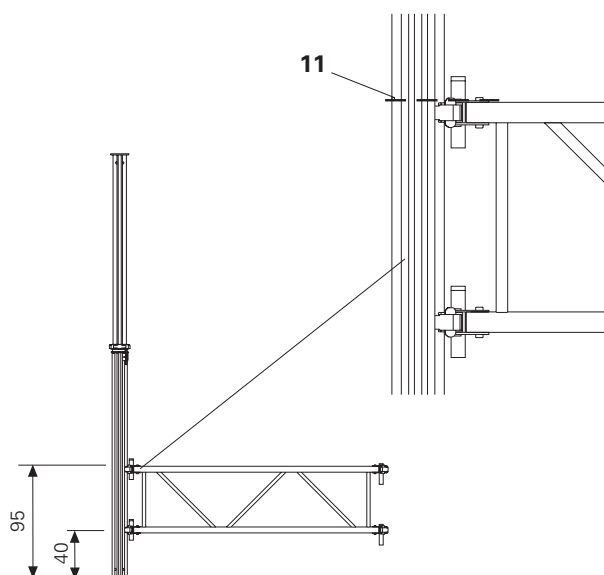

Fig. 24
– Kilen **2.3** på kilelåsen skal monteret tilstand pege nedad, så forbindelsen ikke kan løsne sig af sig selv. **Fig. 24**